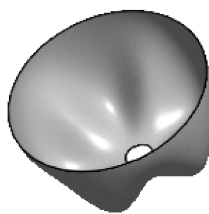

图 6-117 完成模型
(12) 符合设计要求后，单击控制区的【应用】按钮，完成可变截面扫描，如图 6-117 所示。